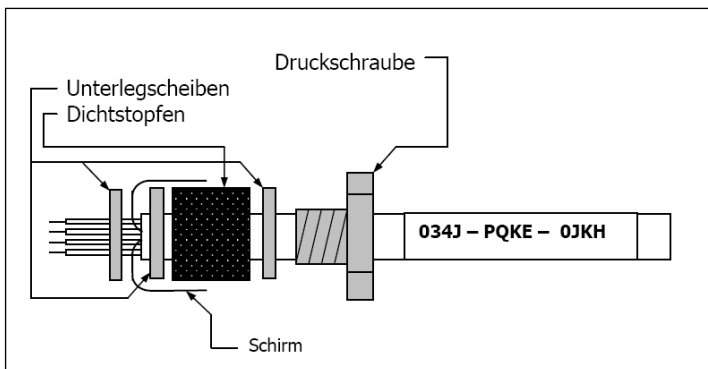

Abbildung 17: Kabelmontage
2. Entfernen Sie ca. 4 mm der einzelnen Aderisolierungen und verzinnen Sie die Ader-Enden. Schieben Sie nacheinander die Druckschraube, Unterlegscheiben, Gummidichtung der Kabelverschraubung entsprechend **Abbildung 17** über das vorbereitete Kabelende.